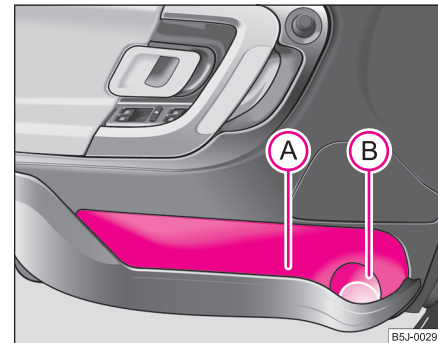

Fig. 77 Compartimentul din uși
Pentru a nu limita spațiul de desfacere a airbag-ului lateral, utilizați zona (A) ⇒ pagina 87, fig. 77 a compartimentului de depozitare numai pentru depozitarea obiectelor care nu ies în afară. ■